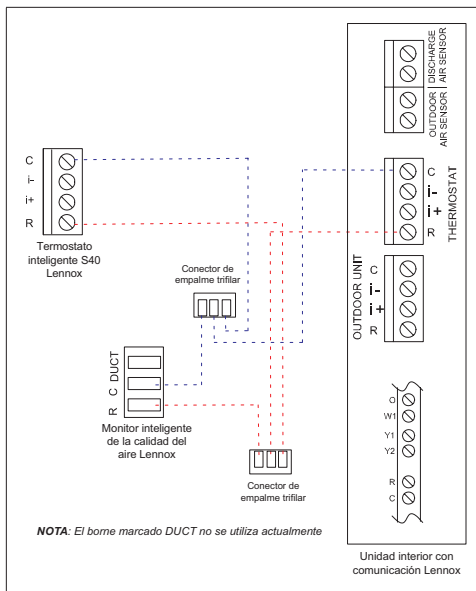

Figura 4. Uso de corriente de la unidad interior y conexión al termostato
- Se recomienda conectar el SAQM a la unidad S40 mediante los conectores de empalmes proporcionados. Ambos dispositivos serán energizados por el transformador de la unidad interior siempre que no haya ningún otro equipo adjunto (ver "*Figura 4. Uso de corriente de la unidad interior y conexión al termostato*" en la página 12).